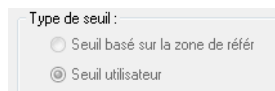

Figure 7-41 Zone de groupe Type de seuil
2. Sélectionnez les critères de binarisation dans la zone de groupe **Type de seuil** (voir la Figure 7-41 à la page 397) :